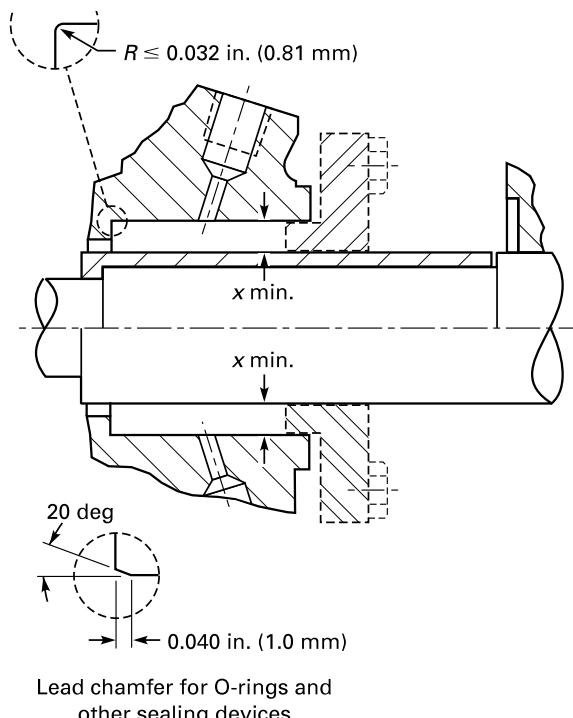

Abb. 1 – Quelle ASME
**Besonders positiv:** In der ASME B73.1 M - 1991 wird zwischen dem Einbau von Packungen und dem Einbau von GLRD klar unterschieden. Die Größe der Packungsräume entspricht den traditionellen Maßen (siehe Abb. 1).